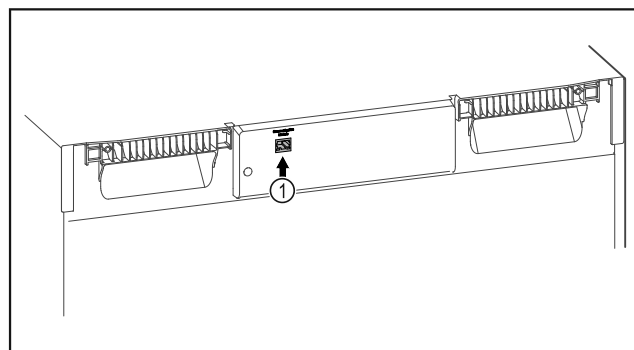

Fig. 129
☐ SmartModule Fig. 129 (1) ist eingesetzt.